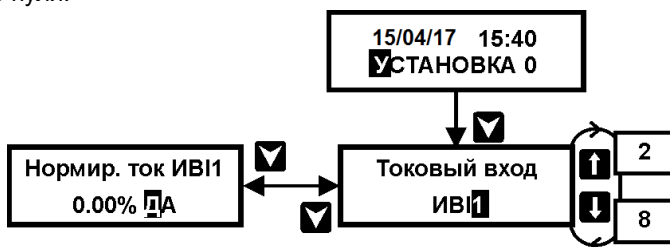

Рисунок 13 – Порядок действий по установке нуля токовых датчиков
1. Установить кнопками  или  пункт меню 1-ого уровня **УСТАНОВКА 0** (см. рисунок 13);